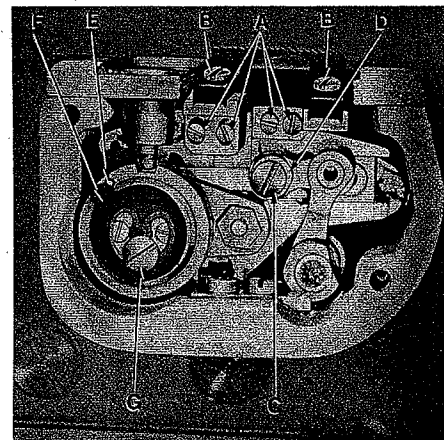

Fig. 24 A
Die Einstellung wird mit den Schrauben (A, Fig. 24 und Fig. 24 A) gemacht.
Die Transporteure werden seitlich in den Stichplattenschlitzen so vermittelt, daß sie an allen Stellen freigängig sind. Dazu löst man die Schrauben (B, Fig. 24 und Fig. 24 A) und verschiebt die Transporteure entsprechend. Ziehen Sie die Schrauben wieder an. Der Differentialtransporteur kann nach Lösen der Schraube (C, Fig. 24 A) und Drehen des Exzenters (D) in Nährichtung vor- oder zurückgestellt werden. Ziehen Sie nach dieser Einstellung die Schraube (C) wieder an.